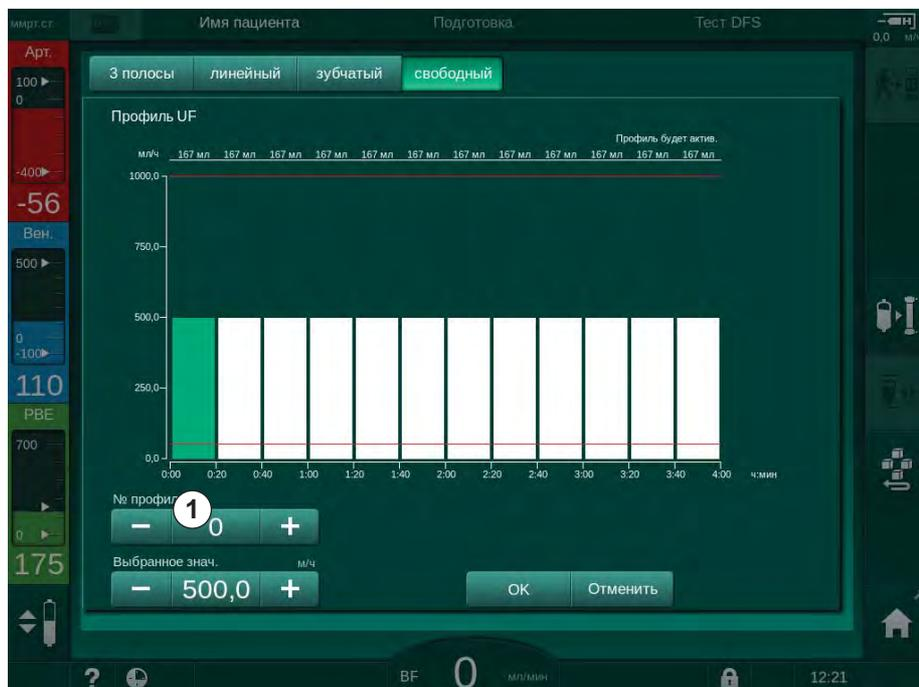

Рис. 5-15 Выбор профиля UF
4. Чтобы выбрать один из 10 предустановленных свободно редактируемых профилей, нажмите кнопку + или – в поле группы *№ профиля* (Рис. 5-15, ①) или введите номер профиля от 1 до 10 непосредственно в поле.